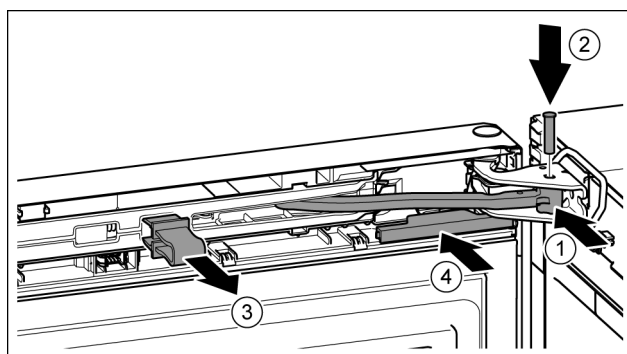

Fig. 22
▶ 铰链转入托架。 Fig. 22 (1)
▶ 将螺栓插入托架和铰链。同时注意止动凸轮需正确地处于凹槽中。 Fig. 22 (2)
▶ 取下保险装置。 Fig. 22 (3)
▶ 插入盖板。 Fig. 22 (4)